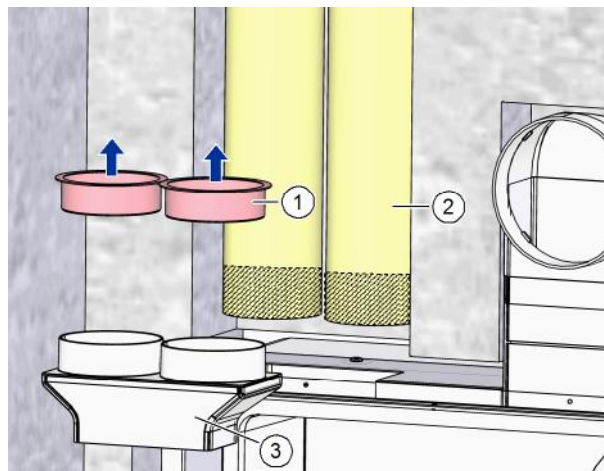

Abb. 24: Flexrohre ablängen
- ▶ Entfernen Sie die roten Schutzdeckel (Pos. 1 in Abb. 24) auf dem Flexrohranschluss (Pos. 3 in Abb. 24).
- ▶ Kürzen Sie die Flexrohre (Pos. 2 in Abb. 24) so weit, dass sich der Flexrohranschluss (Pos. 3 in Abb. 24) mit den eingesetzten Flexrohren in die Öffnung am Mauerkasten einschieben lässt.